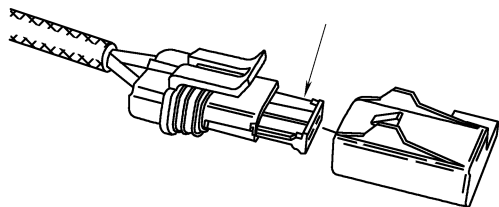

图 5-28 拆下熔丝盒, 检查熔丝是否正确安装
① 从需要检查的熔丝上拆下熔丝盒, 检查熔丝是否正确安装在熔丝座中, 如图 5-28 所示。